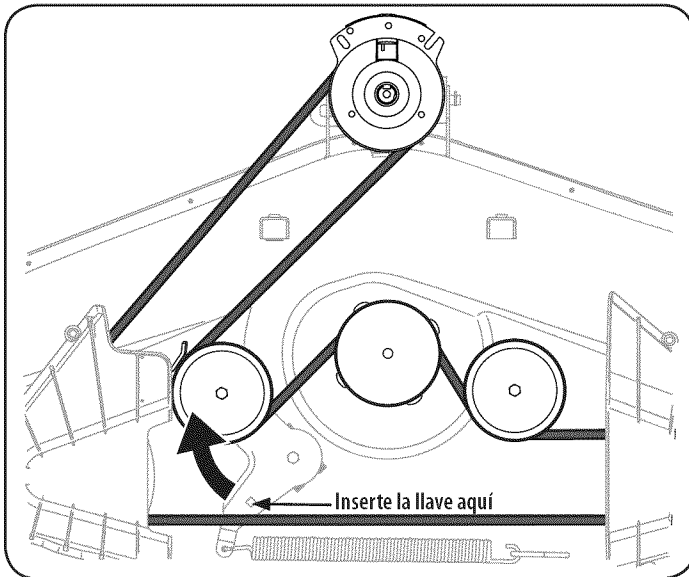

Figura 24
- Para afilar las cuchillas de corte de forma adecuada, extraiga cantidades iguales de metal de ambos extremos de las cuchillas a lo largo de los bordes cortantes, paralelo al borde de caída y a un ángulo de 25° a 30°. Afíle siempre cada borde de las cuchillas de corte de forma pareja para mantener un equilibrio adecuado entre las mismas. Vea la Figura 24.